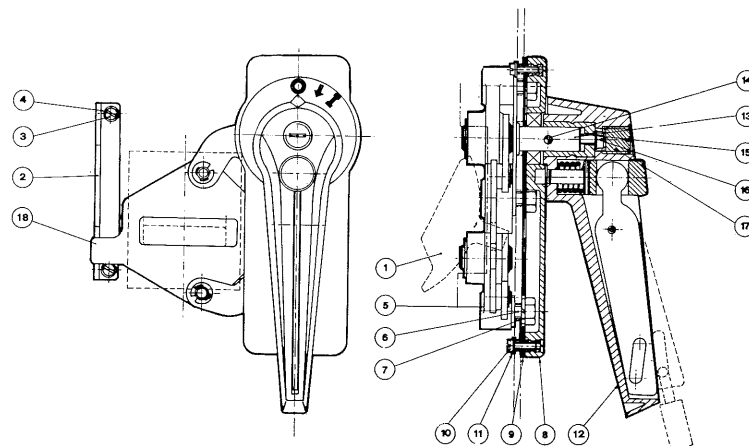

Fig. 26
**8.7. Comando a maniglia rotante rinviato con blocco portella (fig. 26).** A richiesta, può essere dotato di dispositivo di blocco a lucchetti (max 3 lucchetti con gambo da 6 mm.)
- smontare il coperchio dell'interruttore (§ 5.2.) e sostituire la maniglia originale con una più corta (1) compresa nella fornitura
- montare sul coperchio dell'interruttore la squadretta (2) come in figura, tramite le viti (3) con le rosette (4)
**8.7. Rotary handle mechanism with door interlock (fig. 26)**